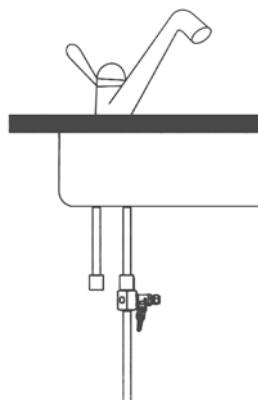

Рис. 11
2.3. Установите узел в сборе в разрыв гибкой подводки смесителя, как показано на **рис. 11**. Используйте гаечный или разводной ключ.